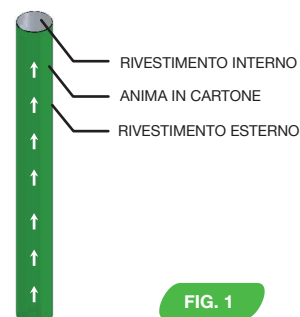

FIG. 1
6. Tubix-T deve essere tenuto in posizione verticale con le relative frecce rivolte verso l'alto (VEDI FIG.1) a mezzo di idonee spinte e/o tiranti, senza rovinare o forare il tubo: per altezze superiori ai 4m è sufficiente un fissaggio a 2/3 di altezza del tubo stesso;